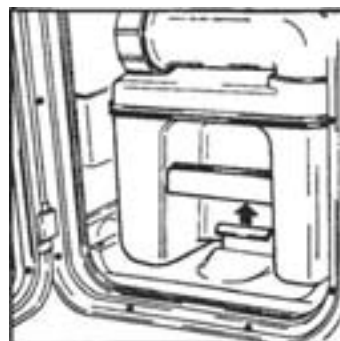

Fig. 3
- = c) Tirer l'étrier de retenue sous le réservoir des WC vers le haut, fig. 3.